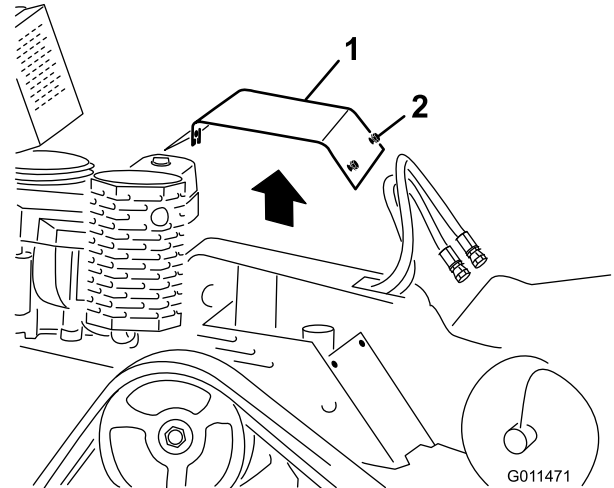

Figure 25
3. Desserrez les trois boulons qui fixent la plaque au châssis l'un après l'autre jusqu'à ce que la plaque se détache (Figure 25).
2. Glissez la plaque de protection en place et fixez-la avec les trois boulons retirés précédemment (Figure 25).